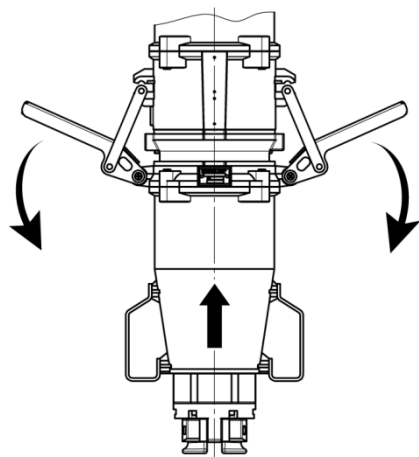

Abb. 62: Verschlusshebel schliessen
3. Beide Verschlusshebel gleichzeitig zum Körper hin ziehen, um die Verschlusshebel zu schliessen (Abb. 62 /Pfeile).